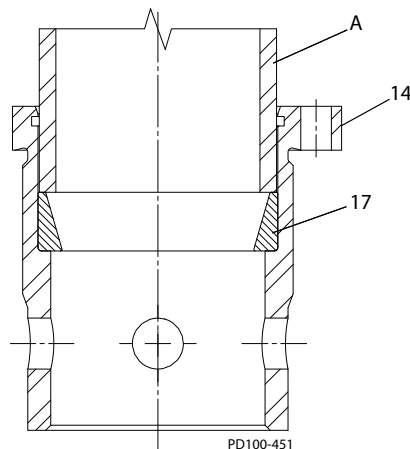

Figura 46 - Pressionar o Copo do Mancal Traseiro
1. Pressione o copo do mancal traseiro (Figura 46, item 17) dentro da caixa de mancais (item 14) usando uma ferramenta impulsora (item A).